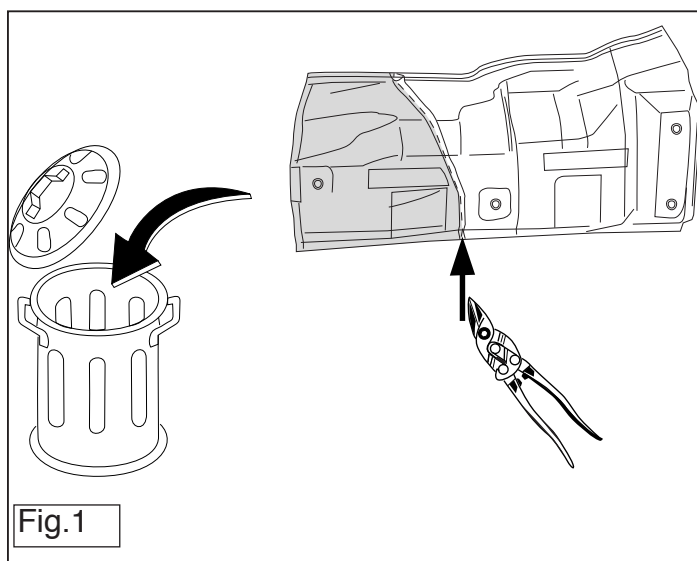

Fig.1
3. Cut out the portions as indicated in fig. 1.
3. Gemäß Abb. 1 die angegebenen Teil herauserschneiden.
3. Coup les partie indiquées conformément à la figure 1.